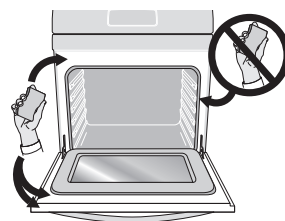

Figure 21 : Nettoyer de la porte du four
9. Essuyez la cavité et la sole du four. Ne nettoyez pas le joint de la porte du four (Figure 21). Évitez de vous pencher ou de mettre de la pression sur la vitre de la porte du four pendant le nettoyage de la cavité.